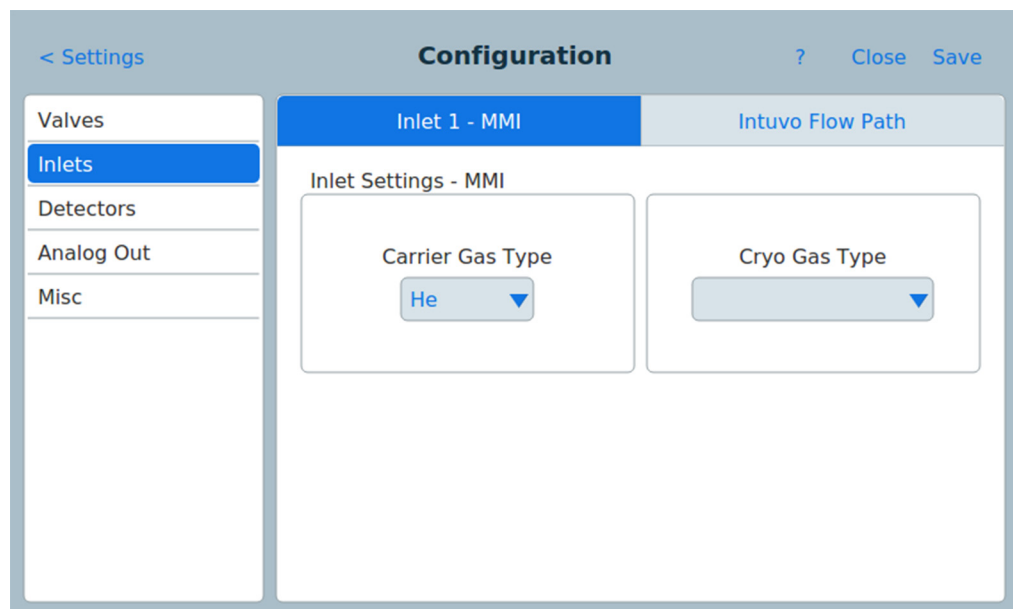

Abb. 56 Seite „Inlets“
- 3 Wählen Sie den Gerätetyp **Inlets** aus der Liste auf der linken Seite des Bildschirms. Die Eigenschaften für den ausgewählten Gerätetyp werden auf der rechten Seite des Bildschirms angezeigt. Siehe Abb. 56.